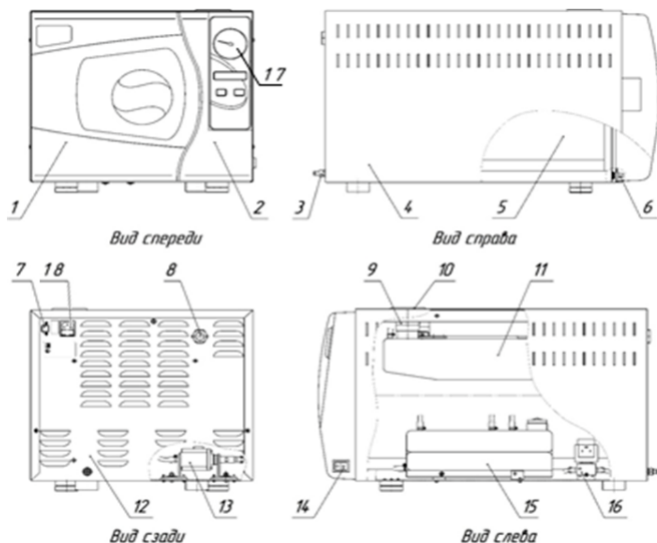

Рисунок 1 - Внешний вид стерилизатора парового ГКа-25-ПЗ в варианте исполнения КИУС.942711.004-07.
1.5.1 Основными сборочными единицами стерилизатора являются (см. рисунок 1): стерилизационная камера 5, блок управления 2, бачок для воды 11, бачок конденсатный 15.
2.2.6 Подключить стерилизатор к сети. Перед подключением стерилизатора к питающей сети убедиться в том, что напряжение сети питания соответствует указанному в руководстве по эксплуатации и розетка питания имеет заземляющий контакт. Включить сетевой выключатель (поз.14 рисунок 1).
2.2.7 Вручную заполнить бачок для дистиллированной воды. Открыть пробку (поз. 10 рисунок 1) и через горловину (поз. 9 рисунок 1) залить в бачок для воды дистиллированную воду до окончания прерывистого звукового сигнала и (или) пропадания индикации отсутствия воды.
2.3.1 Включите сетевой выключатель (поз.14 рисунок 1), при этом загорится подсветка дисплея и индицируется основное меню (см. рисунок 3).